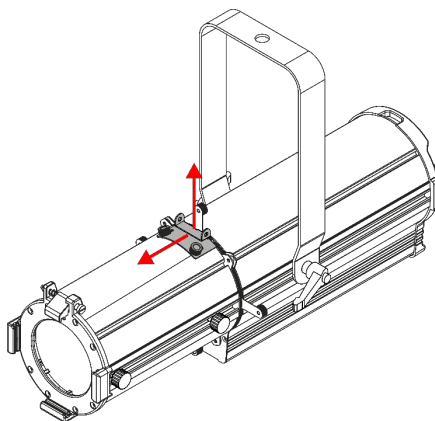

Fig. 17
- 02) Far scorrere la **piastra di copertura della fessura gobo (10)** verso l'**obiettivo (07)** (vedere Fig. 17).